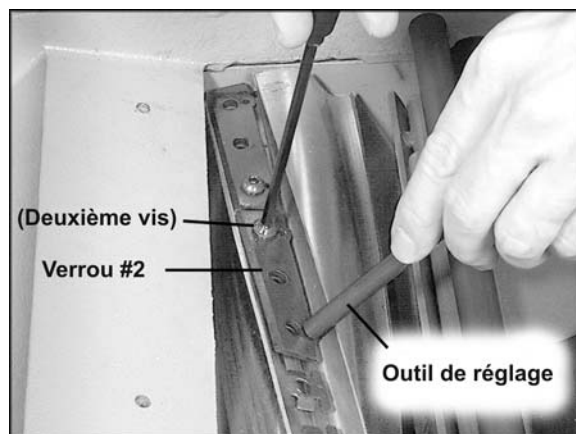

Figure 19 - Modèle 15S uniquement
Utilisez les goupilles de réglage du couteau illustrées à la Figure 19. Les goupilles de réglage s'ajustent à travers les plus petits trous du verrou, du couteau et de la tête de découpeuse pour leur permettre de s'aligner. (Vous pouvez également utiliser à cet effet un outil de 3 mm de diamètre à l'instar d'une clé hexagonale ou du forêt de la perceuse.)
10. Mettez le verrou suivant en place et reprenez le processus. Voir Figure 19. Utilisez les goupilles de fixation et assurez-vous que les ailes du couteau se trouvent entièrement dans la rainure de la tête de la découpeuse. Continuez de façon séquentielle d'une extrémité de la tête de la découpeuse à l'autre. Une fois de plus, fixez les vis simplement de façon à ce qu'elles maintiennent le couteau dans la rainure.